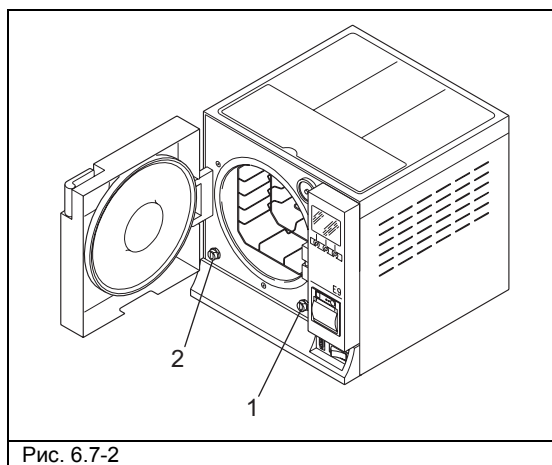

Рис. 6.7-2
**ПРЕДУПРЕЖДЕНИЕ:** перед транспортировкой устройства осушите оба водяных бака. Используйте поставляемые трубки. Для осушения бака чистой воды, соедините конец трубки со штуцером внизу передней панели (1 Рис. 6.7-2) и направьте другой конец в пустую емкость. Для опустошения бака использованной воды, выполните указания, изложенные ниже.
Возьмите пустую емкость, вставьте прозрачную трубку, поставляемую с устройством, в штуцер внизу передней панели (2 Рис. 6.7-2). В конце осушения выньте трубку из штуцера, нажав на защелку.